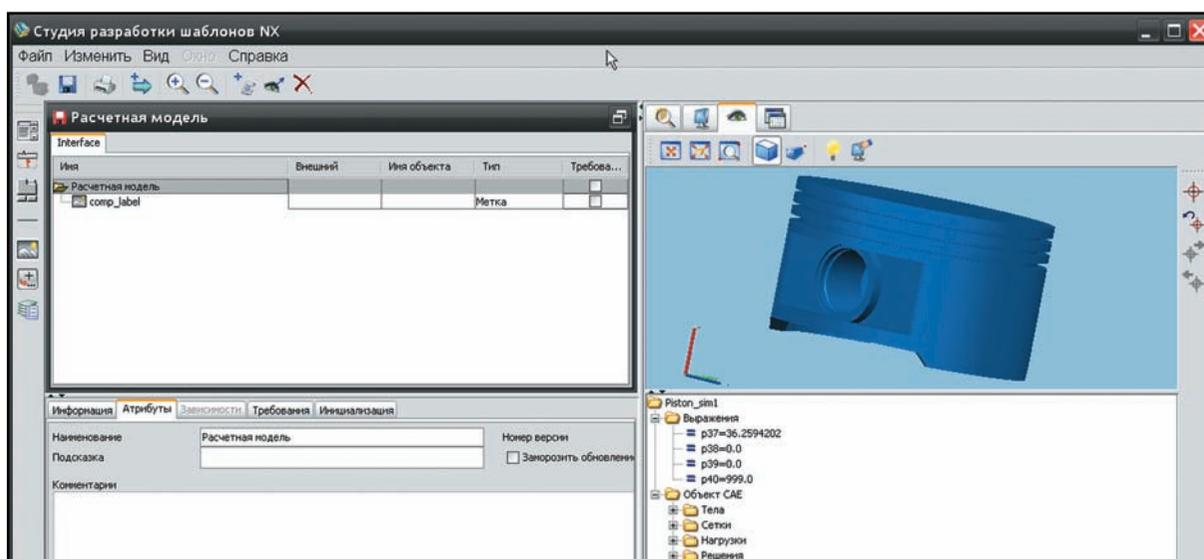

Рисунок 10.36 Редактирование шаблона
- Дальнейшая работа по построению шаблона расчётной модели практически полностью идентична процессу создания шаблона 3D модели. Единственное отличие - в том, что в случае с расчётной моделью оперировать надо не с геометрическими объектами, а с объектами, из которых формируется расчёт. Переключаем шаблон расчётной модели в режим редактирования, щёлкнув дважды левой кнопкой мыши по заголовку его диалога, и в правом верхнем окне активируем вкладку **Навигатор модели** (рис. 10.36).